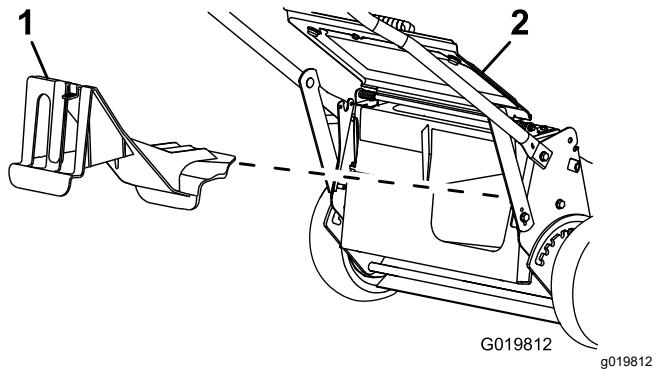

Figura 20
- Se il coperchio di scarico posteriore non è installato, afferratelo dalla stegola, sollevate il deflettore posteriore e inseritelo nel cammino di scarico posteriore fino a bloccare il fermo in posizione; vedere Figura 20.